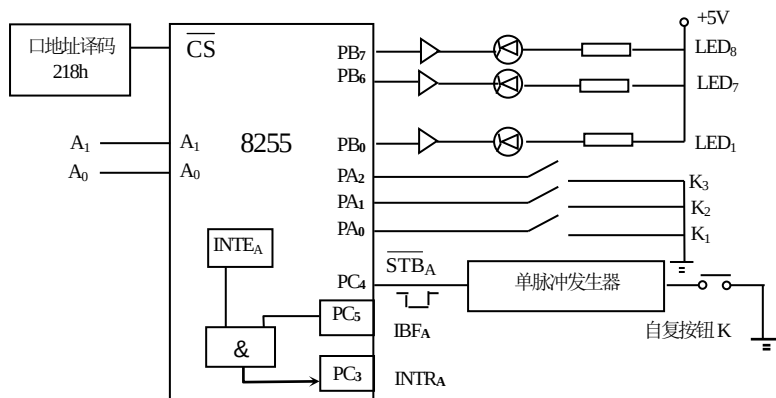

图 7.27 8255 实验电路
7.35 设系统机外扩一片 8255 以及相应的实验电路，如图 7.27 所示。要求：先预置开关 K₃~K₁为一组状态，然后按下自复按钮 K 产生一个负脉冲信号，输入到 PC₄。用发光二极管 LED_i亮，显示 K₃~K₁的状态。重复以上操作，直到主机键盘有任意键按下时结束演示。